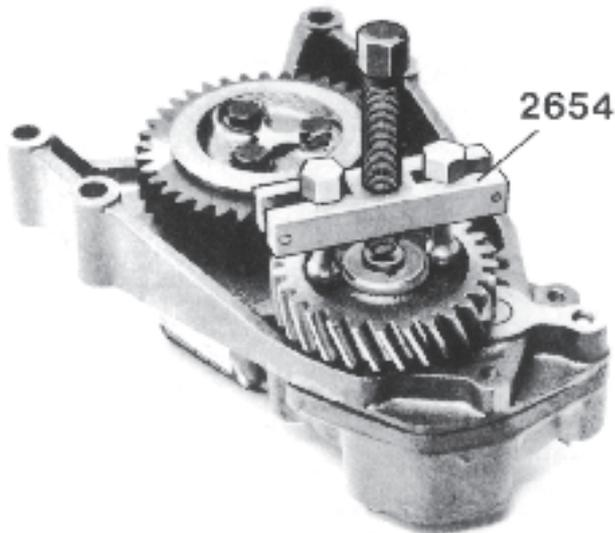

Fig. 103. Démontage du pignon de commande
2. Enlever le verrouillage et démonter le pignon de commande avec l'extracteur 2654 (figure 103). Enlever la clavette et la rondelle axiale de l'arbre.